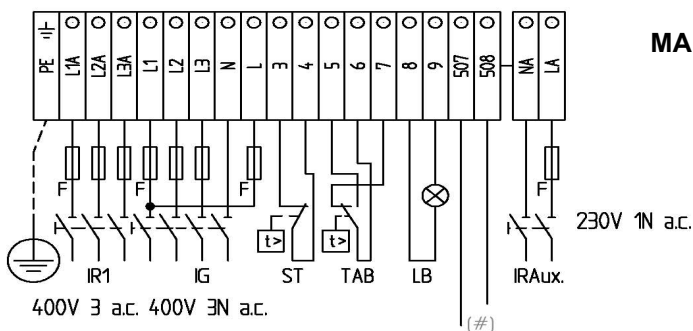
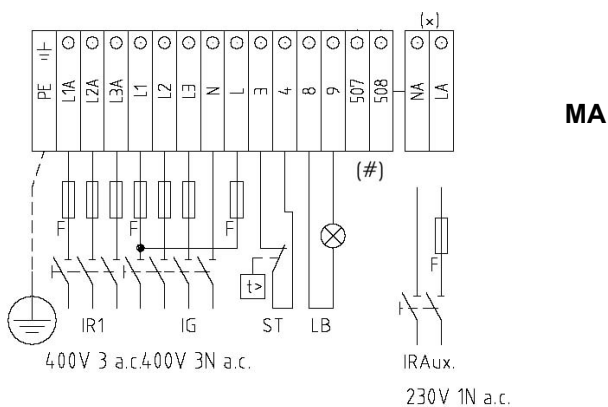

Рис. 1 - Горелки Прогрессивные
Рис. 2 - Горелки модулирующие
**ВНИМАНИЕ:** был предусмотрен вспомогательный контакт (клеммы №507 и 508 клеммной коробки МА), которые необходимо подключить к аварийной системе (аварийная сигнализация/отключение питания) в случае неполадки контактора мазутных резисторов (См. Рис. 1- Рис. 2).